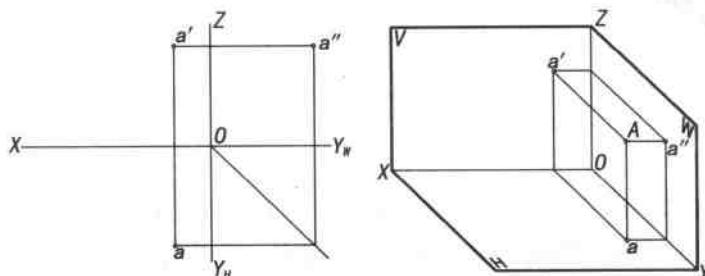

图 2
2. 在图 2 中, 完成点 B (35, 14, 6) 的投影图和轴测图, 并说明两点的相对位置。